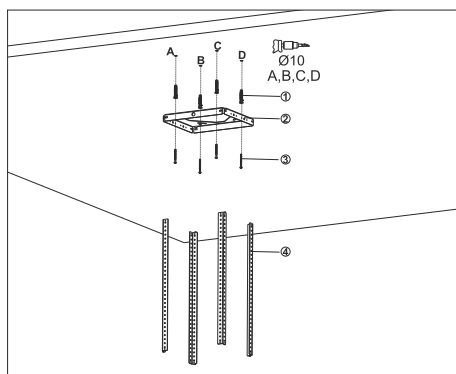

Fig. 6
1. ➔ Markér A, B, C & D på loftet hvor loffflancen skal placeres og bor Ø10 mm huller(Fig. 6).
2. ➔ Sæt nu Ø10 mm rawplugs i A, B C & D(Fig. 6).
3. ➔ Montér loffflancen på loftet ved at skruer den fast med 4 stk 5,5x60 skruer på A, B, C & D(Fig. 6).